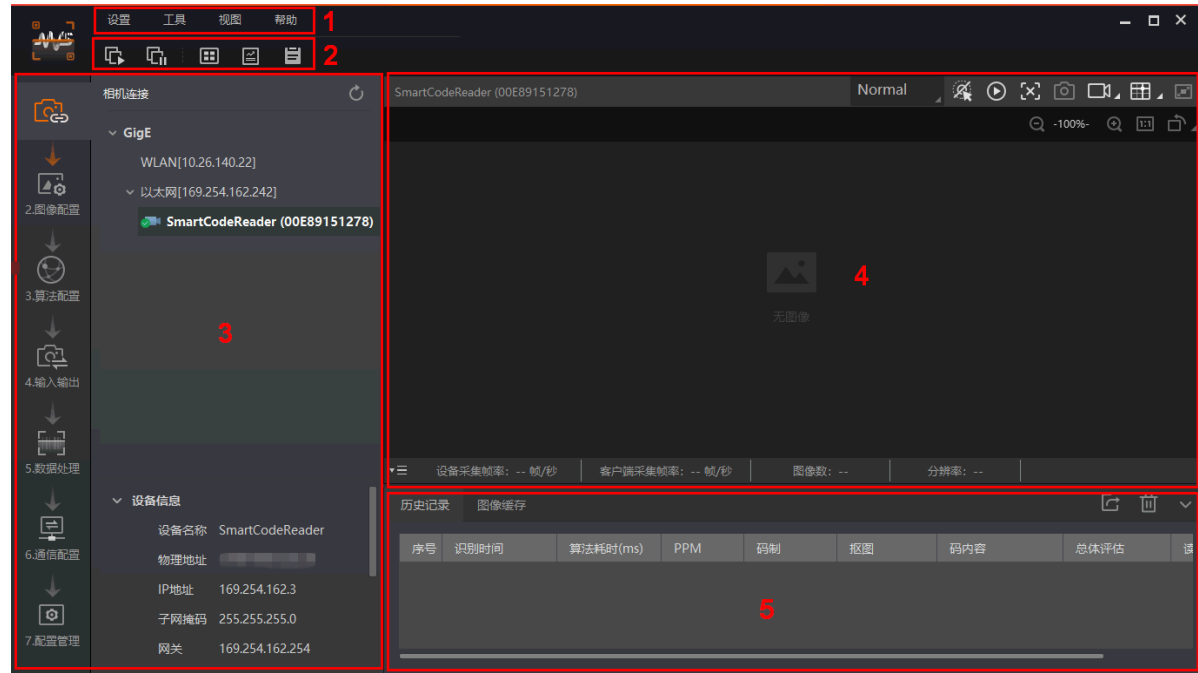

图2-10 IDMVS 主界面
2. 连接设备后，客户端主界面如图 2-10 所示，各功能模块的介绍详见表 2-1。